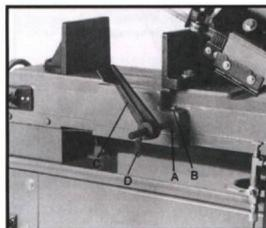

Fig. 1
4. Materialanschlagleiste (A, Abb. 1) in die Basis schieben und durch Festziehen sichern Bolzen (B). Materialanschlag (C) auf die Stange schieben und Bolzen (D) festziehen.